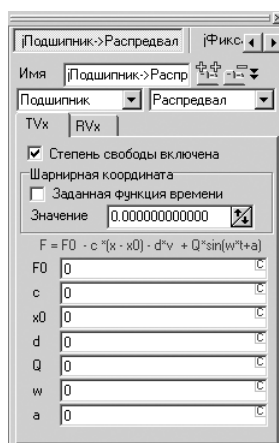

Рис. 2.15. Окно **Инспектор** после выделения в раскрытом списке **Шарниры** пункта **jПодшипник->Распредел**
- щелкните в **Списке элементов** по пункту **Шарниры**, если он не раскрыт, а затем в раскрытом списке по пункту **Подшипник->Распредвал**. Появится соответствующее окно **Инспектор**, см. рис. 2.15;